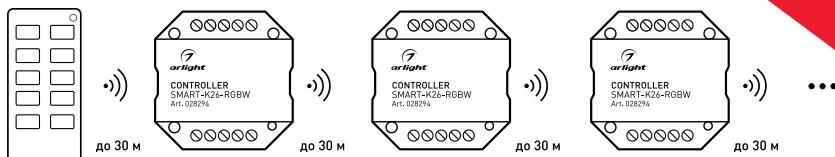

Рисунок 3. Ретрансляция сигнала от пульта ДУ
- 3.9. Все контроллеры автоматически ретранслируют сигнал от пульта ДУ или панели управления [рисунок 3]. Расстояние между контроллерами на открытом пространстве может достигать 30 м.